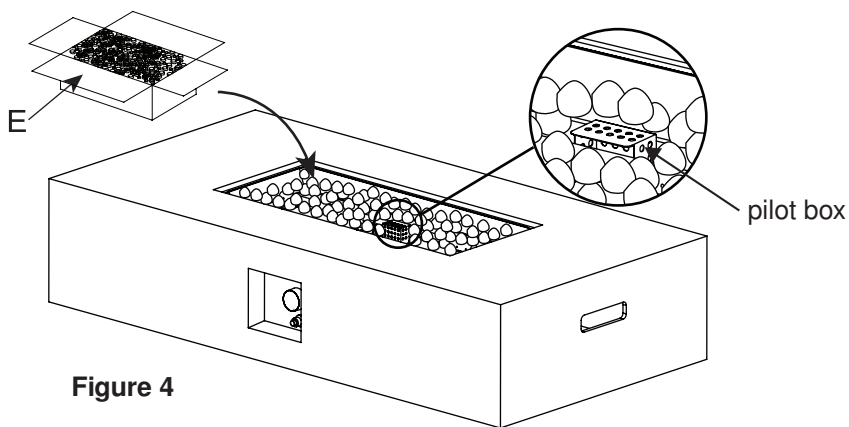

Figure 4
5. Kaada laavakivet (E) tulipesän kulhoon (B) (katso Figure 4).